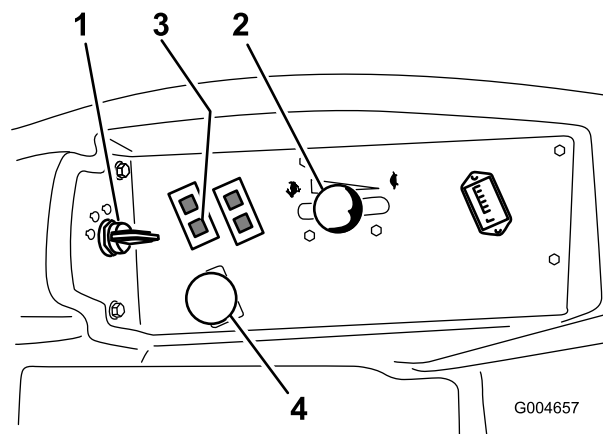

Рисунок 15
4. Переведите выключатель механизма отбора мощности в положение «Выкл.» (Рисунок 15).
5. Сдвиньте рычаг дроссельной заслонки в среднее положение между Slow («Медленно») и Fast («Быстро») (Рисунок 15).